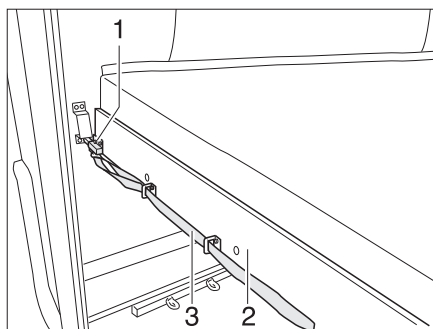

Fig. 176 Letto a castello (parte posteriore)
- Tirare l'asola (Fig. 176,3) e liberare il chiavistello (Fig. 176,1).
- Tirare in avanti il telaio portamaterasso (Fig. 176,2) con il materasso finché non si innesta.